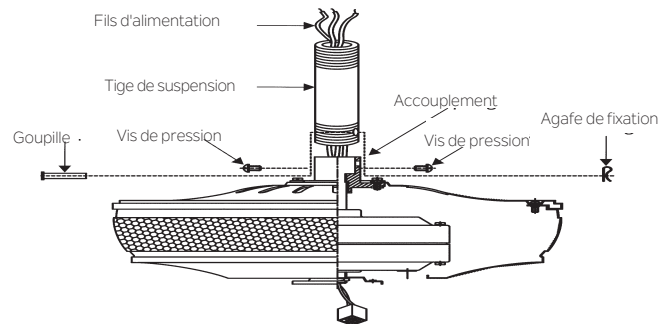

Fig. 8
Étape 6. Desserrer les deux vis de pression et enlever la goupille ainsi que l'attache de fixation de l'accouplement sur le dessus du moteur. (Fig. 8)
Replacer ensuite la goupille et l'attache de fixation. Serrer les deux vis de pression. (Fig. 8)